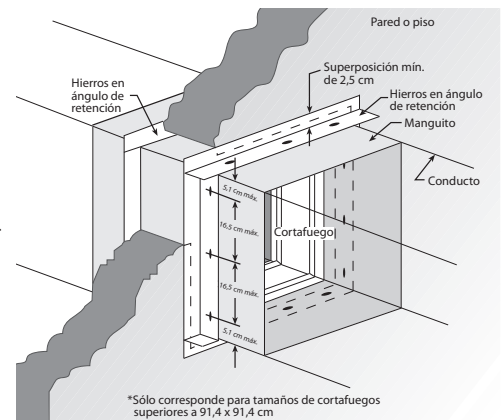

Figura 9 — Instalación de Hierros en Ángulo de Retención
- Use el segundo hierro en ángulo de retención para apoyar la pared o piso a fin de permitir que el cortafuegos/manguito se expanda durante los períodos de calor intenso y fíjelo al manguito usando el mismo método que se mencionó en el Paso 4a. **NO FIJE NINGÚN HIERRO EN ÁNGULO DE RETENCIÓN AL MATERIAL DE LA PARED O PISO.** Se necesita una superposición con un mínimo de 2,5 cm en la pared o piso, incluidas las esquinas. Consulte la Figura 9.